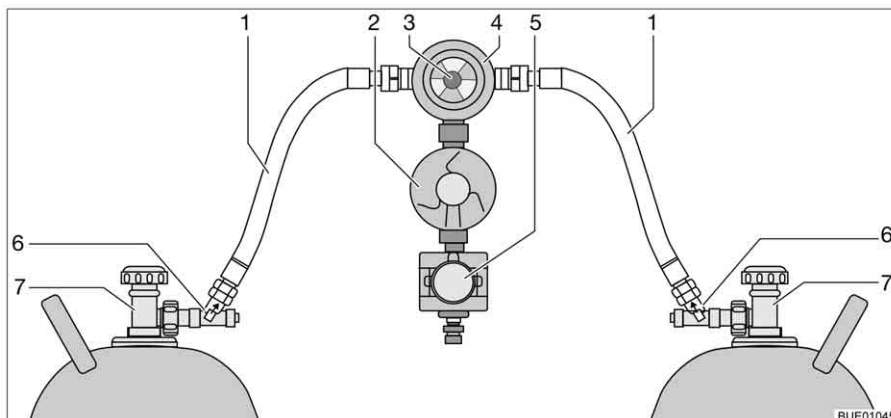

Fig. 145 Impianto di commutazione Crash Protection Unit
La Crash Protection Unit consiste di due limitatori di flusso con sblocco manuale (Fig. 145,6), di una valvola di commutazione (Fig. 145,4) con regolatore di pressione (Fig. 145,2), di una elettrovalvola (Fig. 145,5) e di una centralina di controllo con LED a tre colori. La valvola di commutazione viene montata tra i due tubi del gas (Fig. 145,1).
Con la manopola (Fig. 145,3) sulla valvola di commutazione è possibile stabilire, quale delle bombole del gas viene utilizzata come bombola in uso e quale bombola del gas viene utilizzata come bombola di riserva.
Sulla centralina di controllo (Fig. 146) possono venire azionate solo le funzioni elettriche. Le valvole principali di arresto delle bombole del gas (Fig. 145,7) e gli sblocchi (Fig. 145,6) devono essere aperti a mano.
- Aprire le valvole principali di arresto delle bombole del gas (Fig. 145,7).
- Premere gli sblocchi (Fig. 145,6) uno dopo l'altro per 10 secondi.
- Con la manopola (Fig. 145,3) sulla valvola di commutazione (Fig. 145,4) selezionare la bombola del gas, da cui proviene la principale alimentazione del gas (bombola in uso).
- Chiudere le valvole principali di arresto delle bombole del gas (Fig. 145,7).